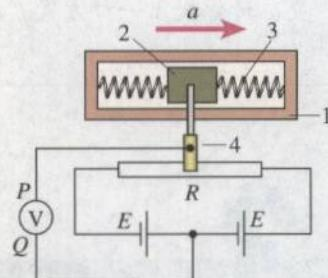

图 6.2-10 自制加速度计
1. 某同学设计了一个加速度计，如图 6.2-10 所示。较重的滑块 2 可以在光滑的框架 1 中平移，滑块两侧用弹簧 3 拉着； $R$  为滑动变阻器，4 是滑动片，它与电阻器任一端间的电阻值都与它到这端的距离成正比。这个装置实际上是一个加速度传感器。